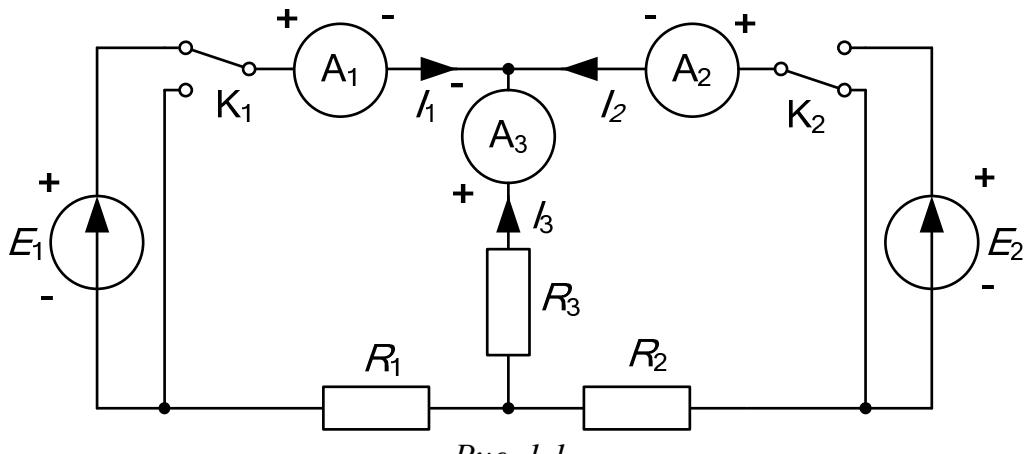

Рис. 1.1.
В работе используется электрическая цепь, схема которой показана на рис. 1.1.
5. В чем сущность принципа наложения и как его проверить на примере цепи рис.1.1?
2. Экспериментальная проверка принципа наложения и законов Кирхгофа. Собрать схему рис. 1.1 и проделать следующие опыты.